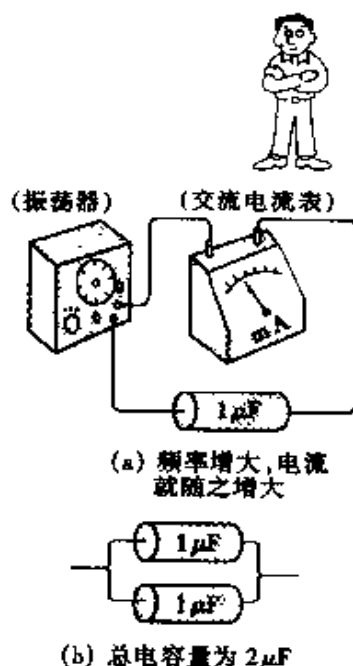

图 2 电容在交流电路中起到限制电流的阻抗作用
● 按图 2(a) 所示接好线, 施加交流电压, 确认有电流流通。
② 增加振荡频率, 确认电流也随之增大。
③ 再用 2 个电容并联, 如图 2(b) 所示, 与用 1 个电容相比, 确认电流增加为 2 倍。